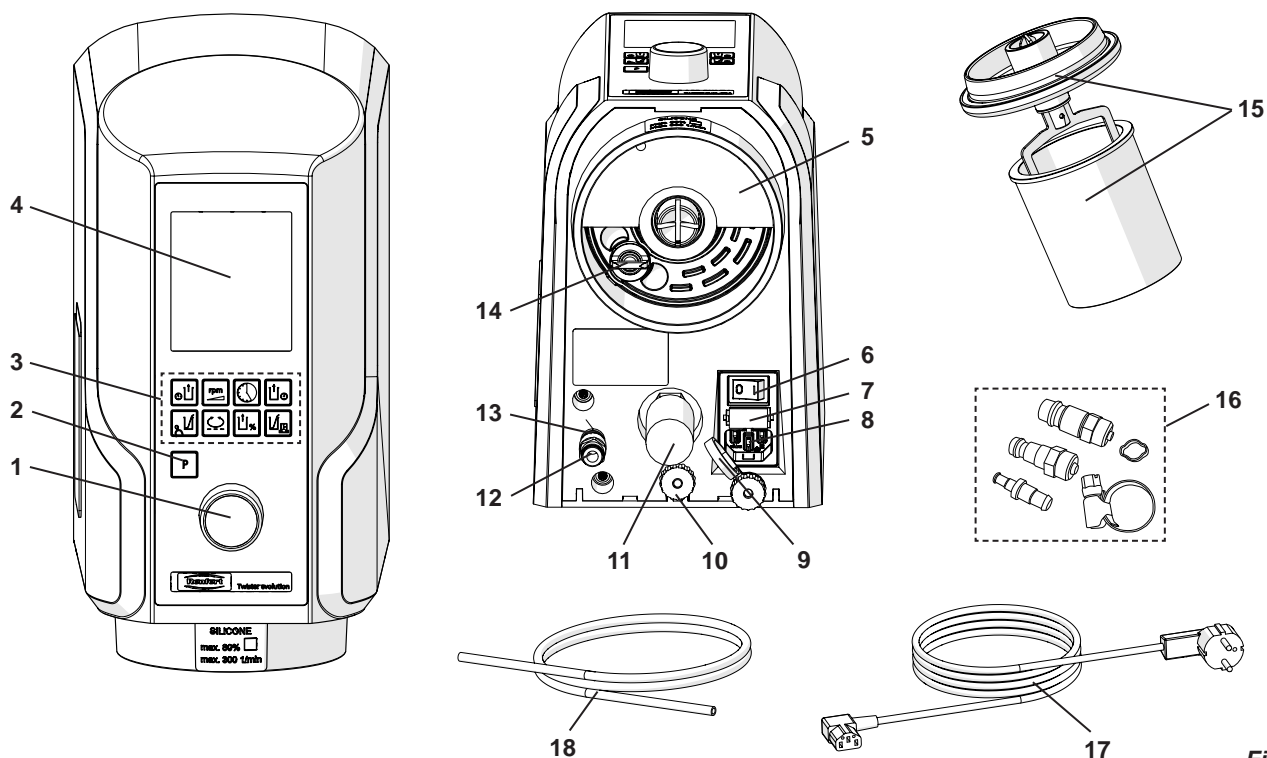

Fig. 1
- ⇒ Sæt trykluftslangen (18) i slangetilslutningen på tryklufttilslutningen (12) indtil anslag. I den forbindelse skal man kunne mærke en let modstand.
- ⇒ Vælg den passende slangekobling i det vedlagte sæt (16, fig. 1) til tilslutningen til trykluftnettet, og sæt den på slangenden.